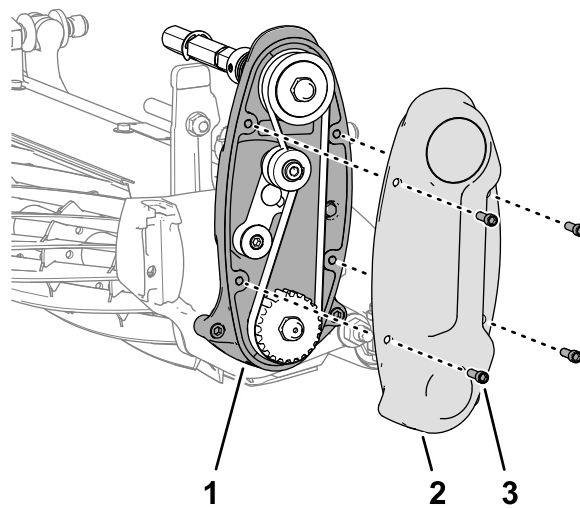

Рисунок 6
1. Выверните 4 винта с внутренними шестигранниками, которые крепят крышку к корпусу привода барабана (Рисунок 6).